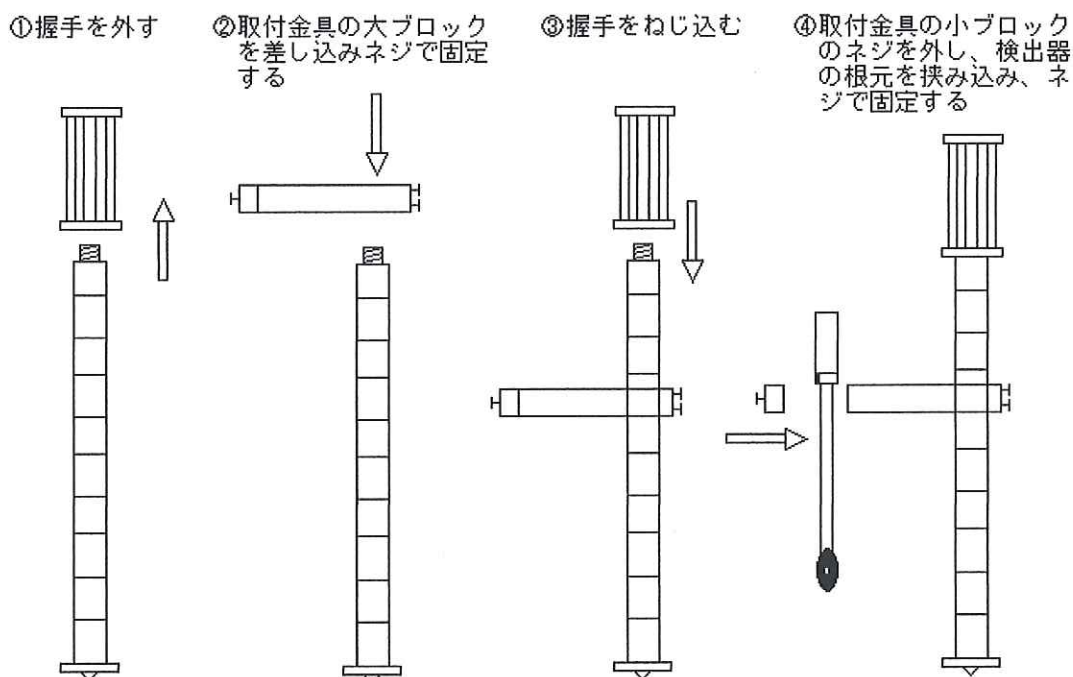

図4
- ①ヘッドアンプホルダー
- ②センサーロッド
- ③センサーヘッド
- ④電極
- ⑤アース電極
9.3 検出器 LPT-500-25F (付図4参照)
- ①センサーヘッド
- ②電極
- ③接続ケーブル
- ④懸垂金具
- ⑤尾翼